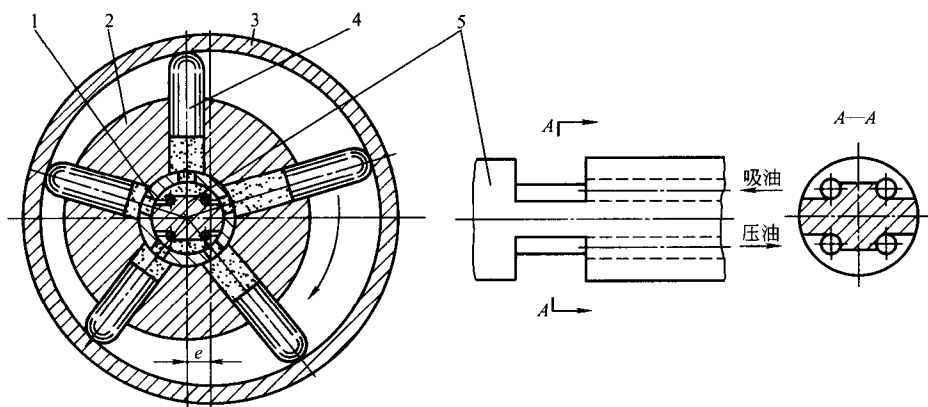

图 1-1-1 径向柱塞泵工作原理图
1) 径向柱塞泵。柱塞轴线垂直于转子轴线,如图 1-1-1 所示。泵主要由定子 3、转子 2、柱塞 4 和配油轴 5 等组成。转子上有沿周向均匀分布的径向柱塞孔,孔中装有柱塞、转子连同柱塞由电动机带动一起回转,柱塞靠惯性力(或低度压力油作用)紧压在定子内表面上。由于定子和转子中心之间有偏心距 e ,所以当转子按图示方向回转时,柱塞在上半周内逐渐向外伸出,柱塞底部与柱塞孔间的密封容积逐渐增大,形成局部真空,从而通过固定不动的配油轴上面两个轴向吸油孔吸油;柱塞在下半周内逐渐向柱塞孔内缩进,密封容积逐渐减小,通过配油轴下面两个轴向压油孔将液压油压出。转子每回转 1 周,每个柱塞吸油、压油各一次,改变定子与转子之间的偏心距,可以改变输出流量,若偏心方向改变(偏心距 e 由正值变为负值),则液压泵的吸、压油腔互换,成为双向变量径向柱塞泵。